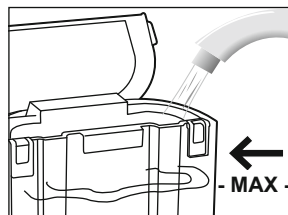

Abb. 1
1. Nehmen Sie den Wasserbehälter ab und füllen Sie ihn mit frischem kaltem Wasser jedoch höchstens bis zur MAX-Markierung. Setzen Sie den Wasserbehälter wieder auf das Gerät (Abb. 1).